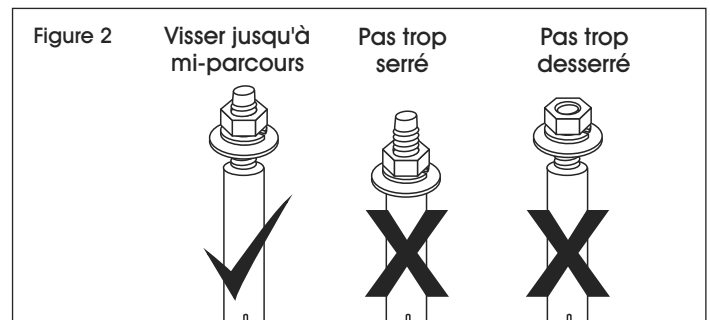

Figure 2
**NOTE:** Thread washers and nut onto anchor bolt. Nut should be tightened halfway between end of bolt and top of anchor sleeve. (See Figure 2)
**REMARQUE :** Enfilez des rondelles et un écrou sur le boulon d'ancrage. L'écrou doit être vissé à mi-parcours, entre l'extrémité du boulon et le haut de la douille d'ancrage. (Voir Figure 2)